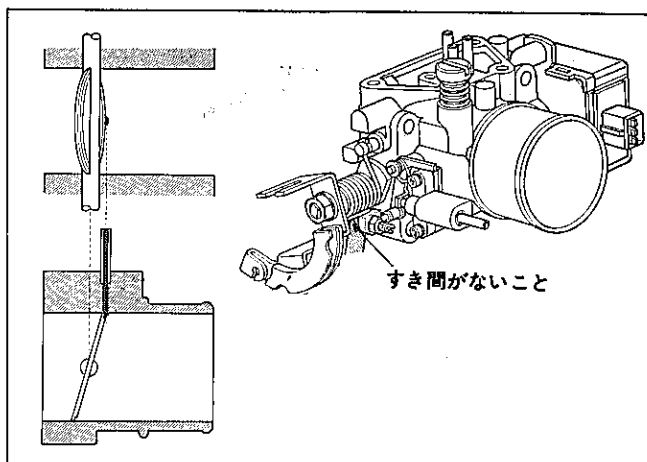

図3-3-17 スロットル ボデー点検 (その2)
- ④ スロットル バルブ開閉時スムーズであること。
- ⑥ スロットル バルブ全閉位置で、スロットル ストップ スクリュとスロットル レバーにすき間がないこと。
- ⑧ スロットル バルブ全閉位置でバキューム アドバンサ用 6 番ポートが、スロットル バルブに対して 図3-3-17 のような位置にあること。